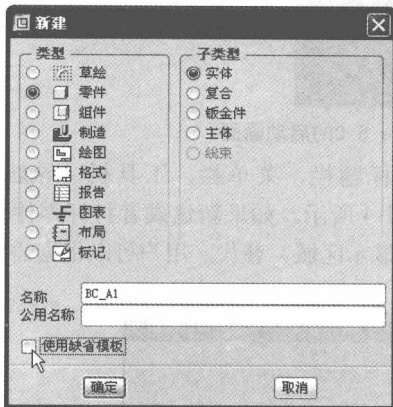
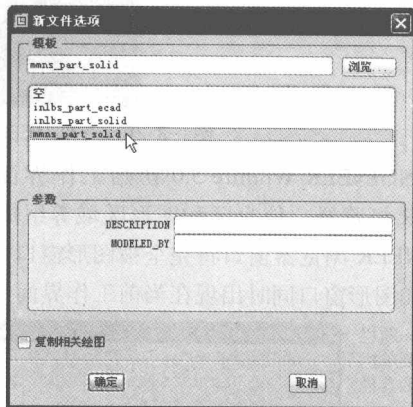

图1-5 “新建”对话框
图1-6 “新文件选项”对话框
- (1) 在菜单栏的“文件”菜单中选择“新建”命令, 或者在工具栏中单击“创建新对象”按钮, 弹出“新建”对话框。
- (2) 在“新建”对话框的“类型”选项组中, 单击“零件”单选按钮; 在“子类型”选项组中单击“实体”单选按钮; 在“名称”文本框中输入新文件名为“BC_A1”, 取消选中“使用缺省模板”复选框, 如图 1-5 所示。
- (3) 单击“新建”对话框的“确定”按钮, 弹出“新文件选项”对话框。
- (4) 在“新文件选项”对话框的“模板”选项组中选择“mmns_part_solid”, 如图 1-6 所示。